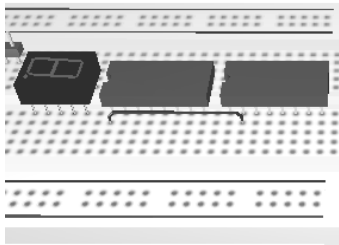
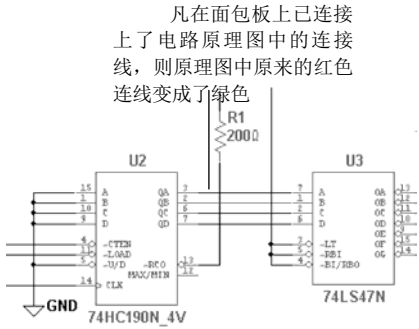

图 10-14 引脚间导线已连接好
图 10-15 电路原理图反馈 3D View
在 3D View 界面中，鼠标指示有两种形式图标：一种在面包板的接插孔上方鼠标指示图标是一根导线的起始端，如图 10-14 所示，鼠标 10-14 用于面包板上导线连接用；另一种鼠标指示图标如图 10-15 所示，是用来操作整个面包板的，如偏转一个角度、倾斜、翻面等，像在实验室操作过程中经常变换真实面包板的方向、位置一样。在 3D View 操作界面中，鼠标只要不在面包板的接插孔上方，而在面包板的其他空白区，鼠标都是显示这种指示图标 10-15。
1) 导线起始端连接：移动鼠标指示 10-14 到导线要起始端的接插孔后，单击鼠标，则导线起始端插头与面包板的接插孔就连接上了。再移动鼠标的指示，此时鼠标的指示是一根导线 10-14，一根以起始端为原点可以任意拉长缩短、旋转任意角度导线。移动导线的另一端到要被插的接插孔上方，单击鼠标，导线的另一端被接好，则元器件与元器件之间的引脚被连通了，如图 10-14 所示。
3) 已被放到面包板上的元器件，在电路原理图中会自动显示绿色，连线也一样，如图 10-15 所示。所以要检查面包板上连线正确与否，可回到电路原理图中，看一看元器件与连